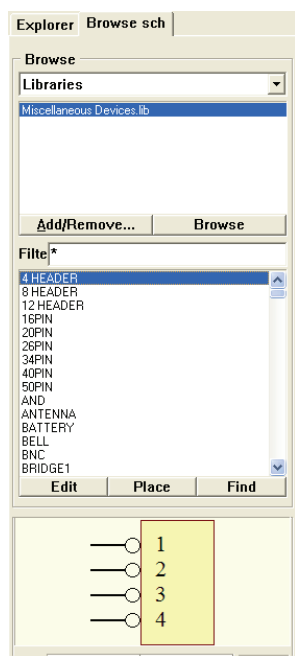
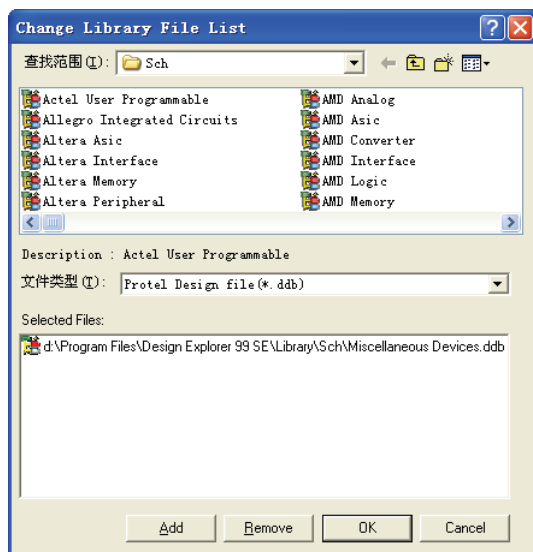
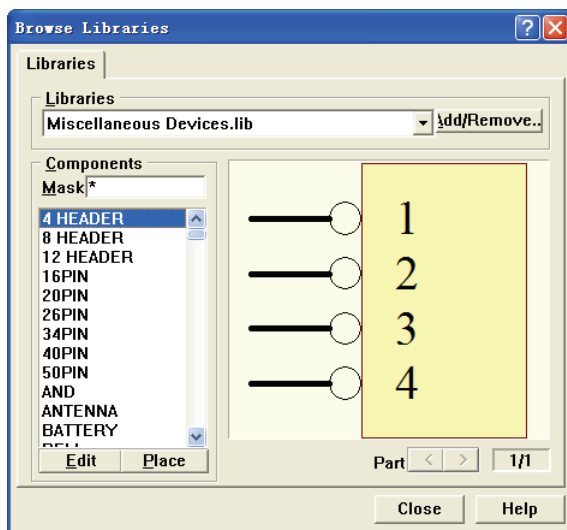

图 4-21 “Browse sch”面板
图 4-22 “Change Library File List”对话框
图 4-24 “Browse Library”对话框
在项目管理器中单击“Browse”标签上，此时会自动打开“Browsesch”面板，如图 4-21 所示。在“Browse sch”面板中，Prote1 99 SE 系统已经加载了默认的元件库，即通用元件库（Miscellaneous Devices. lib）。原理图编辑环境中的项目管理器分成两个部分，即“Explorer”和“Browse Sch”，其中“Explorer”可用于不同项目之间或同一项目不同文件和不同编辑环境之间的快速切换。“Browse Sch”用于元件库的管理器，如图 4-21 所示。
(1) 执行菜单命令“Design”→“Add/Remove Library”命令, 或者在如图 4-21 所示的“Browse sch”面板中单击 **Add/Remove...** 按钮, 系统将弹出如图 4-22 所示的“Change Library File List”对话框。可以看到此时系统已经装入的元件库, 包括通用元件库 (Miscellaneous Devices.ddb)。
(2) 加载绘图所需的元件库。在“Change Library Files List”对话框中有 3 个选项组。
执行菜单命令“Design”→“Browse Library”，或者在如图 4-21 所示的“Browse sch”面板中单击 **Browse** 按钮，弹出如图 4-24 所示的“Browse Library”对话框，主要用于查找、选择及取用元件。在项目管理器的元件区域的显示框中列出打开元件库中所有元器件符号的名称。当光标指在某个元件名称上时，编辑区域显示该元件的符号图形。